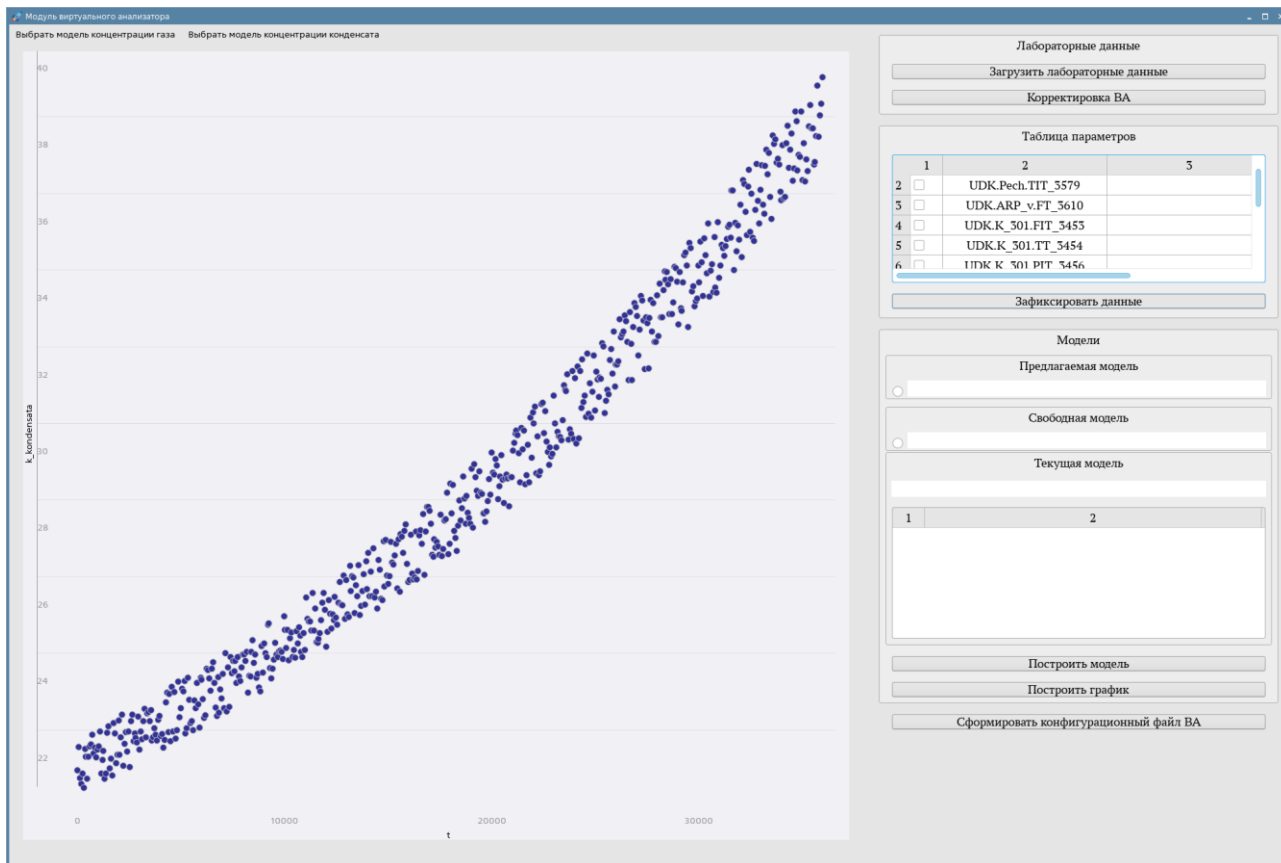

Рисунок 18 – Основное окно модуля. Создание виртуального анализатора
5. В области графического отображения модели отрисовались точки концентрации конденсата см. Рисунок 18.